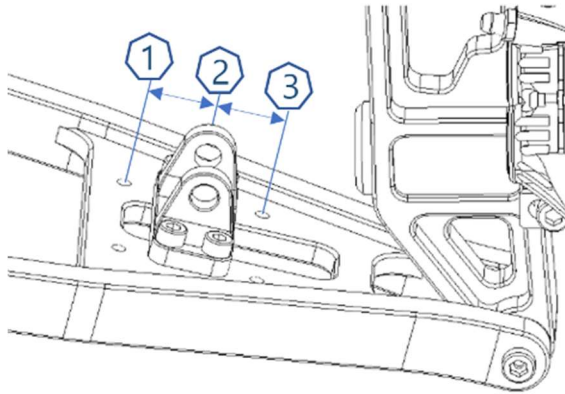

Abbildung 12: rechter Querlenker mit den Dämpferpositionen
Einzelradaufhängung: Das Scout weist eine klassische Einzelradaufhängung auf, welche durch drei verschiedene Dämpferpositionen eine Variabilität zulässt. Es können Dämpfer mit unterschiedlichen Einbaumaßen verbaut werden und die Fahrwerkscharakteristiken verändert werden. Abbildung 12 zeigt den rechten Querlenker bei Ansicht von hinten. Die Kennzeichnung 1, 2, und 3 zeigen die drei Positionen: Komfort (1), Neutral (2) und Race (3).
Positionen 1 bis 3 aus Abbildung 12 ändern maßgeblich das Verhalten des Handbikes in Kurvenlage. Tasten Sie sich dementsprechend an die neue Einstellung heran und steigern Sie nur langsam die Geschwindigkeit.